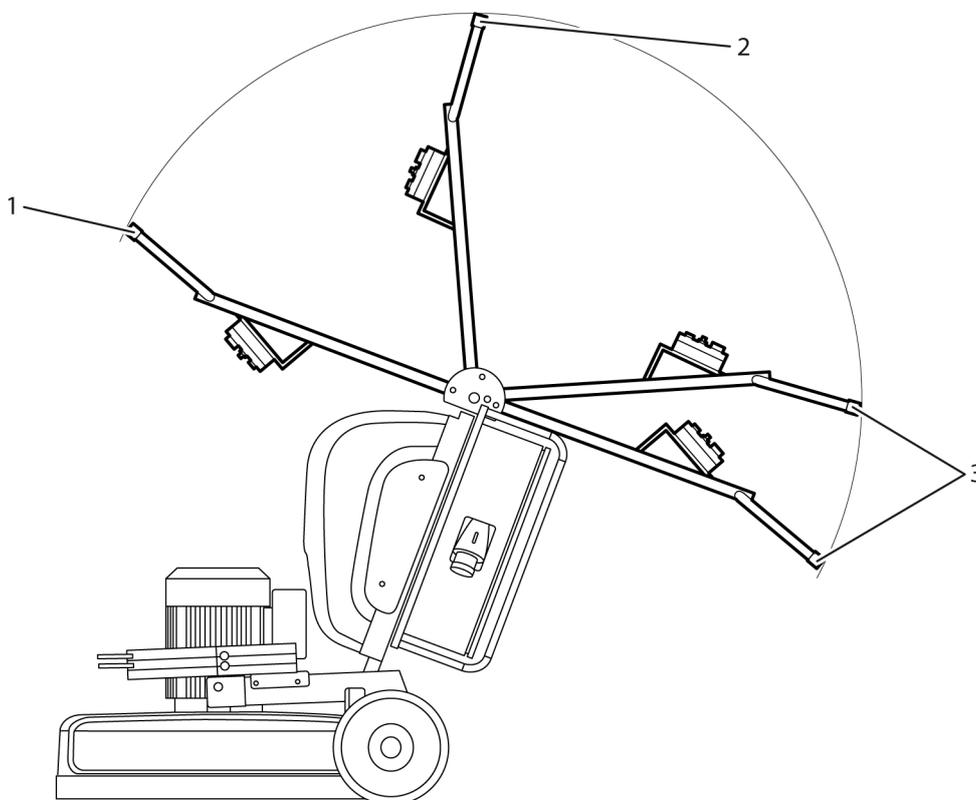

Abbildung 4-1. Griffeinstellungen
1. Klappen Sie den Griff in seine hintere Position, siehe *Abbildung 4-1, Seite 13*.
4. Bringen Sie den Griff in die Arbeitsposition, siehe *Abbildung 4-1, Seite 13*.